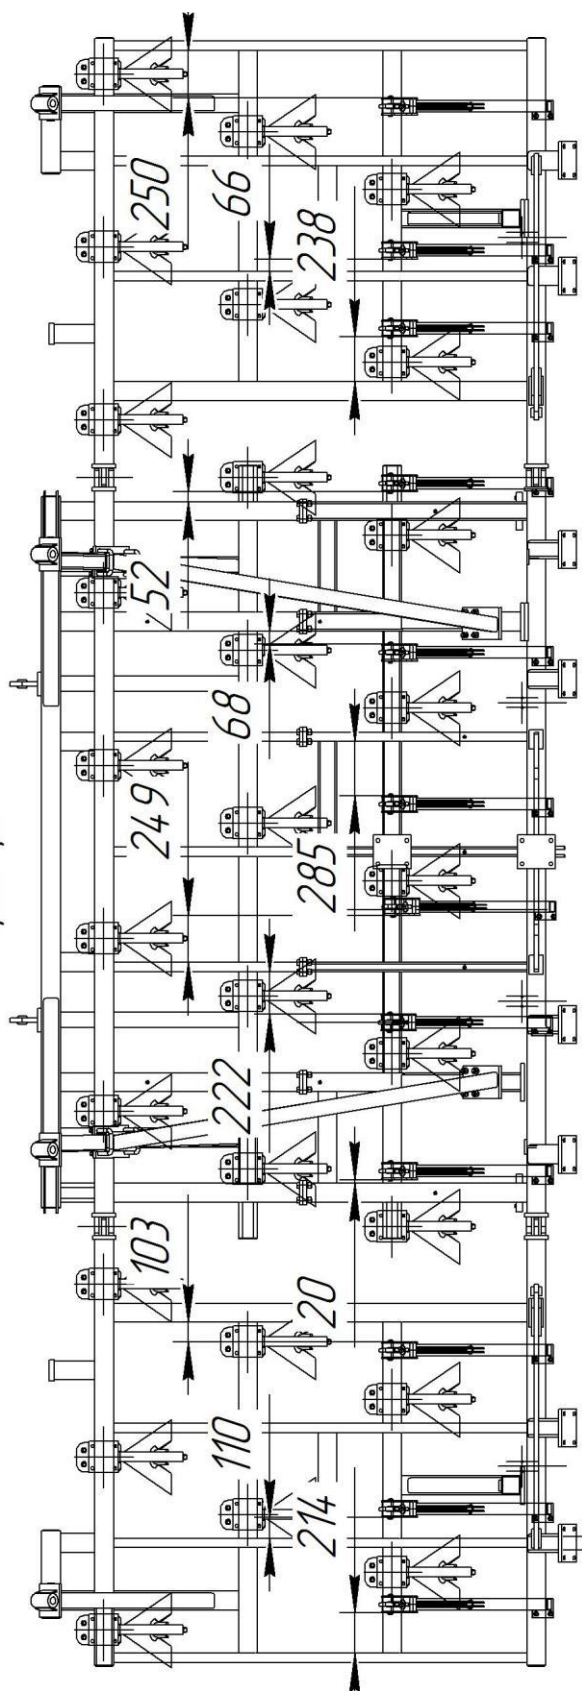

Рис. 4.12.2. Схема размещения кронштейнов на ПК-8,5.
4.12.1. Установите кронштейны катков 3 с помощью стремянок 1 (М20х100х100) с гайками, шайбами плоскими и пружинными 4 (см. рис. 4.12.1). Схема размещения кронштейнов катков – на рис. 4.12.2 и 4.12.3 для ПК-8,5 и ПК-9,7 соответственно.